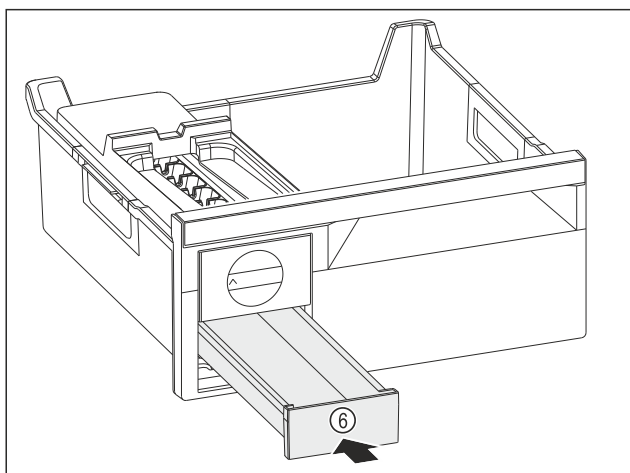

Fig. 110
- Zásuvku na kostky ledu Fig. 110 (6) zasuněte.